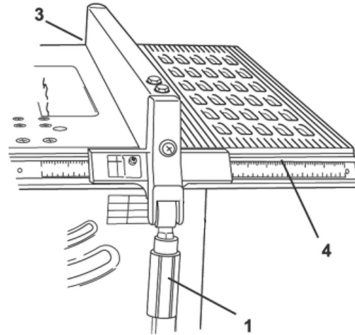

Fig. 5 – Instalación y fijación de la guía de corte
Para colocar la guía de corte en la mesa de la máquina, levante el puño (1) y encaje primero el enganche de la parte trasera (3) y después la parte del puño (1). Utilice el visor y la escala de la máquina (4) para encontrar el ancho del corte deseado. Para trabar la guía, mueva el puño (1) para abajo conforme la fig. 5 y para liberar, mueva el puño (1) para arriba.